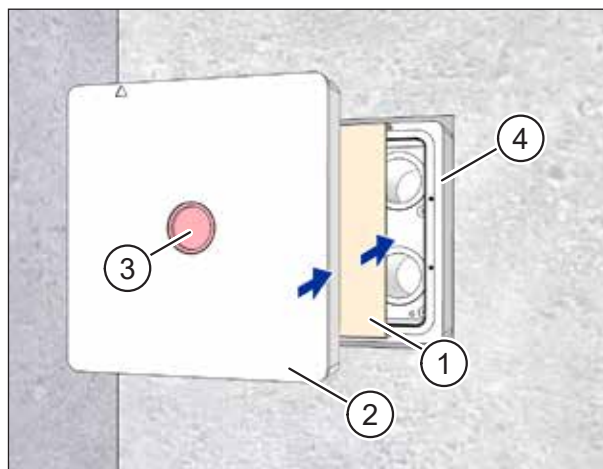

Fig. 14 : Mettre en place l'insert en carton et le couvercle de protection de l'enduit
- ▶ Introduisez l'insert en carton (pos. 1 dans Fig. 14) dans le caisson mural (pos. 4 dans Fig. 14) jusqu'à la butée.
- ▶ Introduisez le couvercle de protection de l'enduit (pos. 2 dans Fig. 14) dans le caisson mural (pos. 4 dans Fig. 14) jusqu'à la butée.
- ▶ Vérifiez si le couvercle de signalisation rouge (pos. 3 dans Fig. 14) est bien calé dans le couvercle de protection de l'enduit.
- ▶ Avant d'introduire la mousse, vérifiez si le couvercle de protection de l'enduit (pos. 2 dans Fig. 14 à la page 22) est en place.